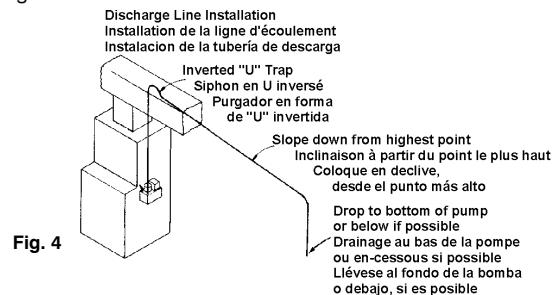

Fig. 4
- Run flexible tubing or pipe from evaporator drain into one of the three pump inlets. Be sure inlet piping is sloped downward to allow gravity flow (Fig. 4). Extend the inlet piping into the tank from 1 to 3 inches to ensure that it will not interfere with proper float operation. Be sure that the inlet piping is cut at an angle where it enters the tank.
1. Courant flexible tubage ou pipe dès evaporator drain into 1 de la 3 pompe inlets. Pour permettre un bon écoulement, s'assurer que le tuyau d'admission est bien dirigée vers le bas (Fig. 4). Introduire le tuyau d'entrée de 1 à 3 pouces (de 2,5 à 7,5 cm) à l'intérieur du réservoir afin de s'assurer qu'il ne nuise pas au fonctionnement du flotteur. Vérifier que le tuyau d'entrée est coupé en angle à son entrée dans le réservoir.
1. Corra flexible tubería o pipe desde evaporator alcantarilla into 1 de el 3 bomba inlets. Cerciórese de que la tubería de la toma se encuentre en declive, para permitir el flujo por gravedad (Fig. 4).